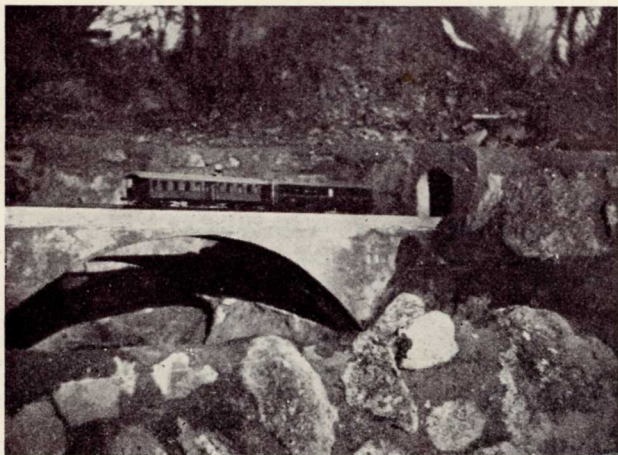
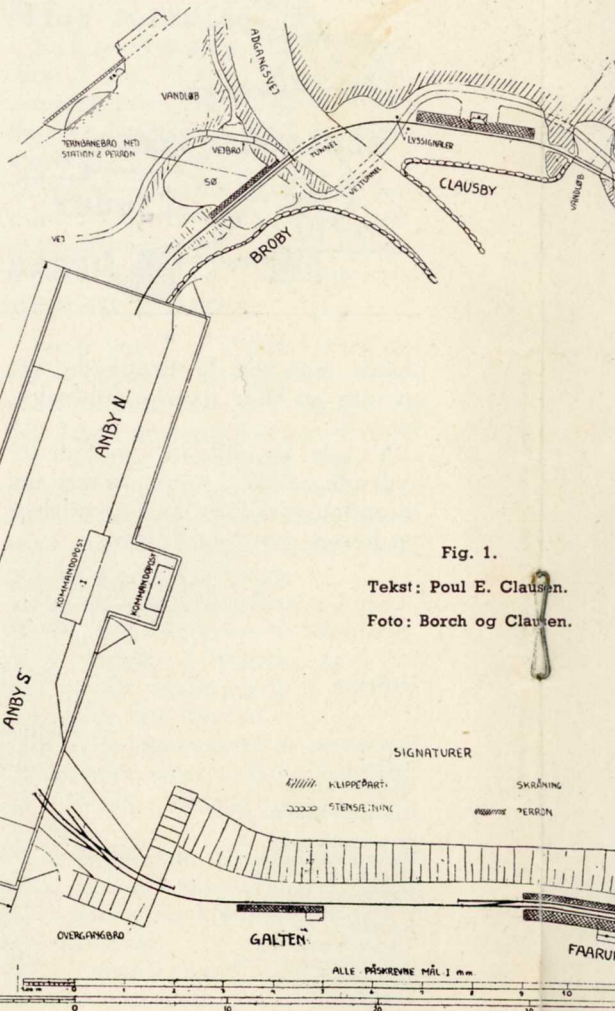

Fig. 2.
Fig. 1.
lingens anbringelse er vist på fig. 1. Motoren (1) er anbragt i førerhusets bageste del, så langt tilbage som muligt og fastholdes af en bøjle, der er fastspændt på barrierepladen. Motorens akse er boret ind i svinghjulet (2), der er en afdrejet messingklods, og fastspændt med en kærvmøtrik i svinghjulets midte. I dette møtrikhul er fastskruet en messingtap med bryst, som har en 3,0 mm udboring for en stålaksel, der løber i et kugleleje (med 3 mm akselhul). Kuglelejet fastholdes af en lejeholder, fig. 2, der er fastskruet indvendigt i rammen. På